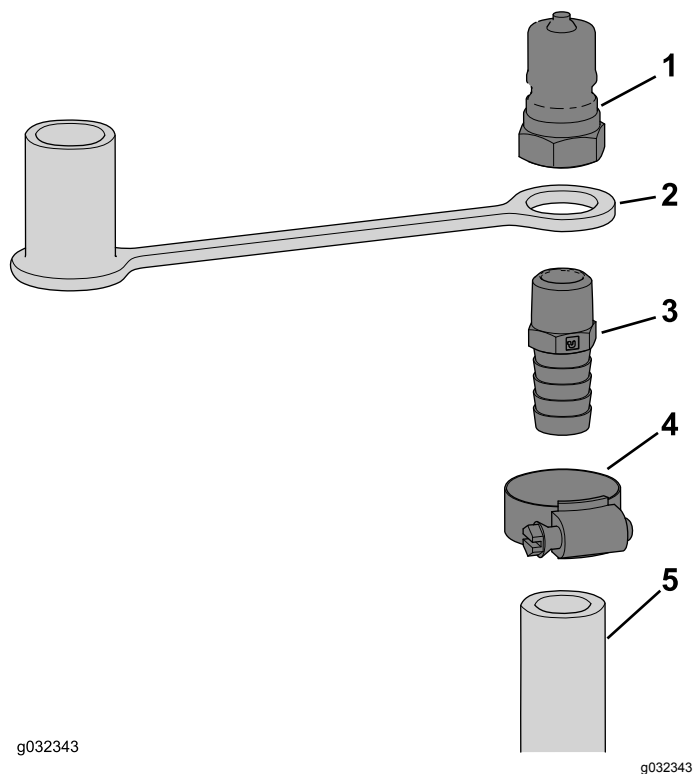

Рисунок 8
2. Наденьте пылезащитную заглушку на резьбовой конец прямого штуцера (Рисунок 8).
3. Наверните прямой штуцер ( $\frac{3}{8}$  NPT x 0,625 [типа «елочка»]) на соединитель с наружной резьбой (Рисунок 8).